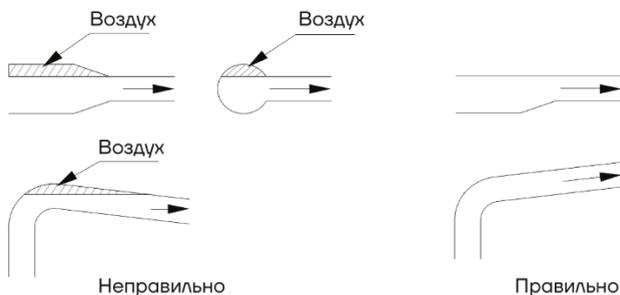

Рис. 9 Правильный монтаж трубопроводов
При монтаже трубопроводов избегайте образования воздушных карманов, особенно на всасывающей стороне насоса (см. рис. 9).
- при установке труб также необходимо следить за тем, чтобы в трубах не скапливался воздух, особенно в приемной трубе (см. рис. 9).